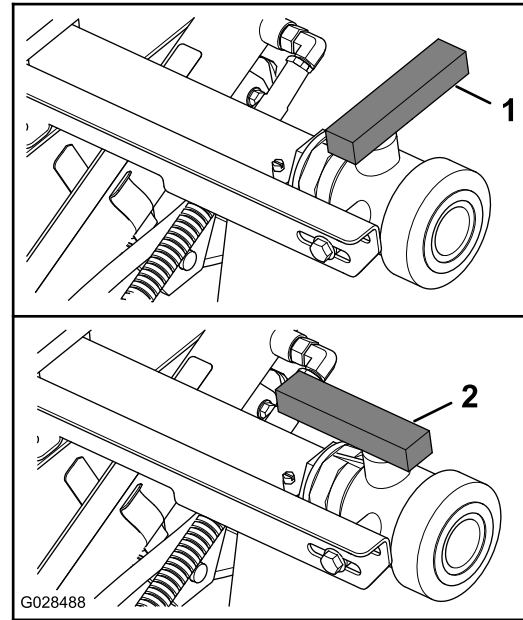

Figura 73
3. Abra la válvula para vaciar del depósito todo el material no utilizado (Figura 73).
4. Cierre la válvula de vaciado (Figura 73).